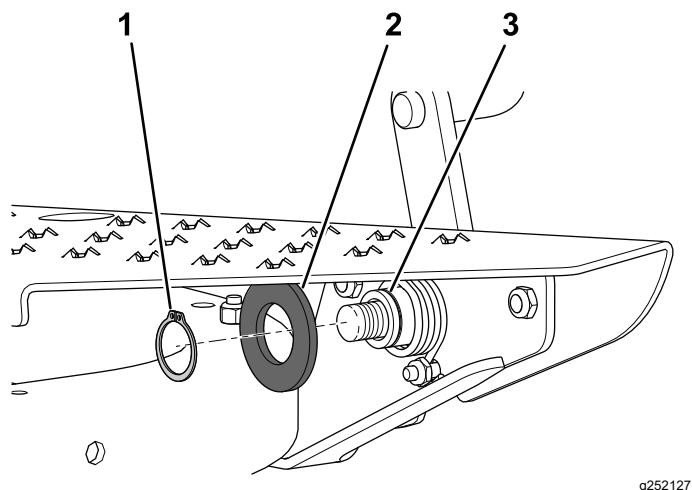

Figura 8
7. Sujete el muelle de torsión a la placa del casquillo con una arandela plana ($1\frac{1}{8}$ " x 2") y un anillo de retención (Figura 8).